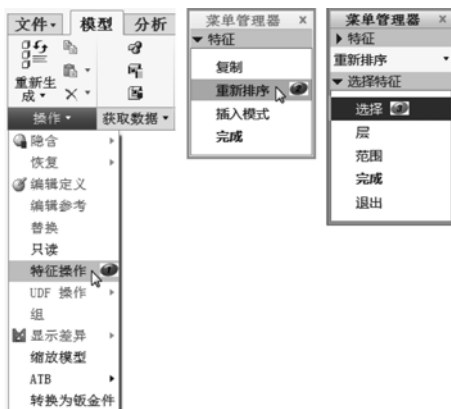
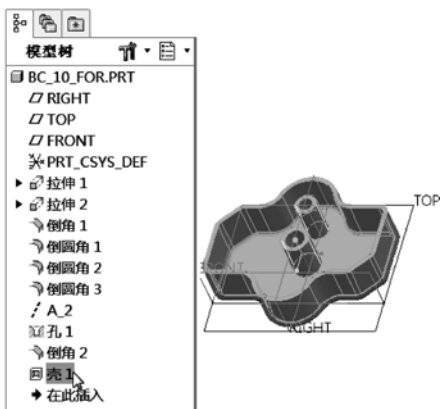

图 10-1 重新排序特征的命令操作
图 10-2 选择要重新排序的特征
① 在功能区的“模型”选项卡中单击“操作”组溢出按钮，接着选择“特征操作”命令，打开一个菜单管理器，如图 10-1 所示。
② 在菜单管理器的“特征”菜单中选择“重新排序”选项。
③ 菜单管理器自动打开“选择特征”菜单。在“选择特征”菜单中选择“选择”选项，此时可以从模型窗口或模型树中选择要重新排序的特征。在这里，在模型树中选择“壳 1”特征，如图 10-2 所示。